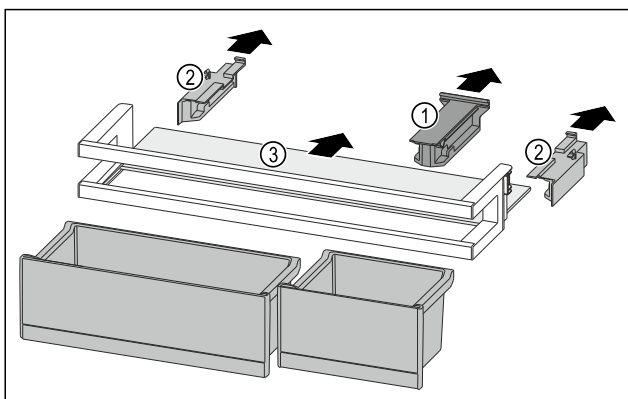

Fig. 85
- Retire la pieza de retención Fig. 85 (1).
- Retire las partes laterales Fig. 85 (2).
- Retire el estante Fig. 85 (3).